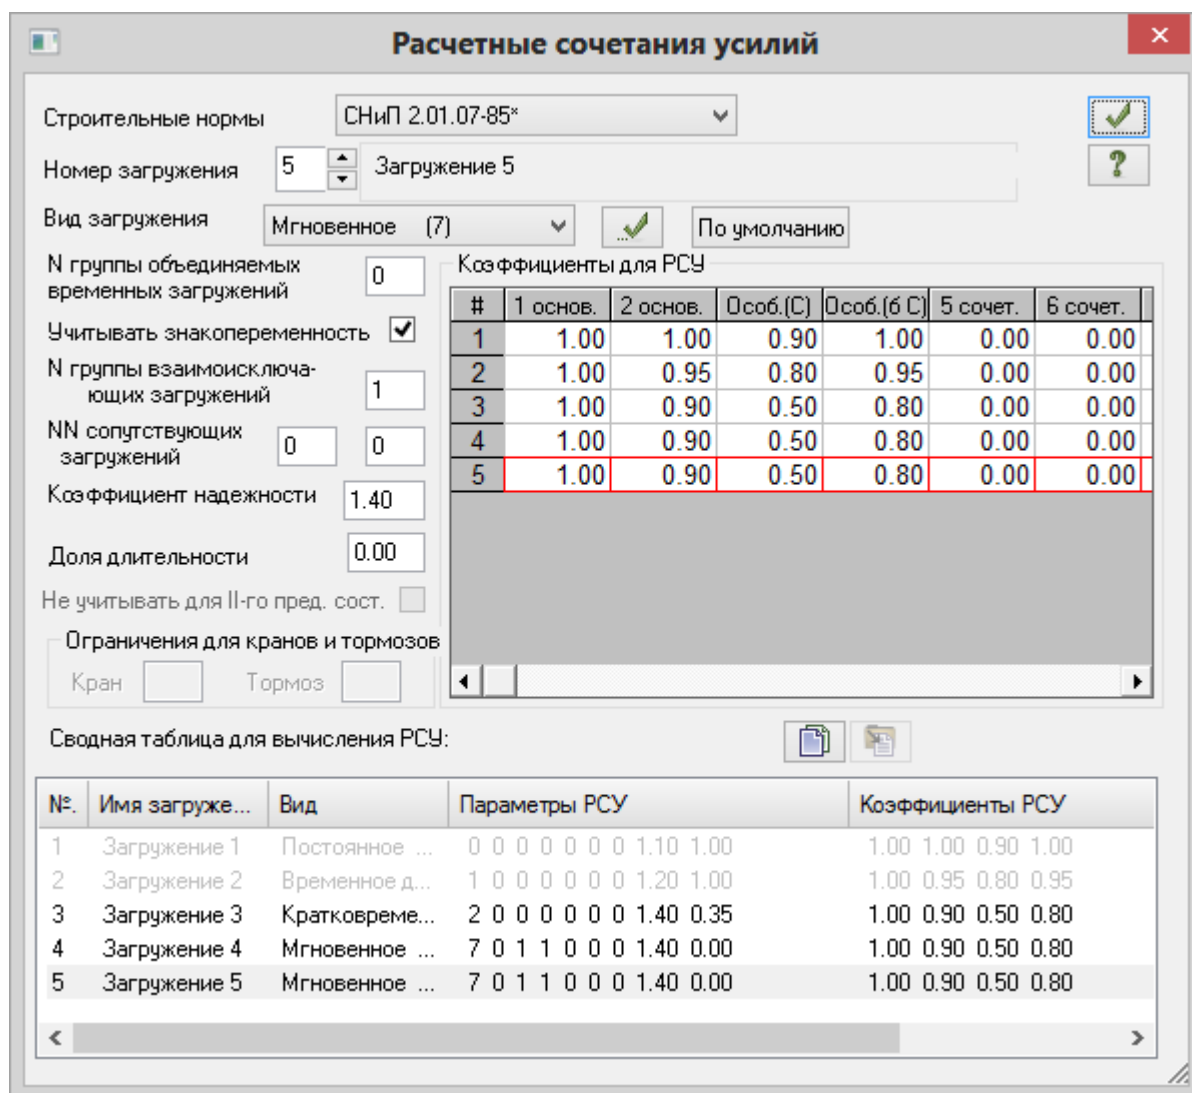

Рис.21.21. Диалоговое окно Расчетные сочетания усилий
- Щелчком по кнопке  – **Таблица РСУ** (панель **PCY** на вкладке **Расчет**) вызовите диалоговое окно **Расчетные сочетания усилий** (рис.21.21).